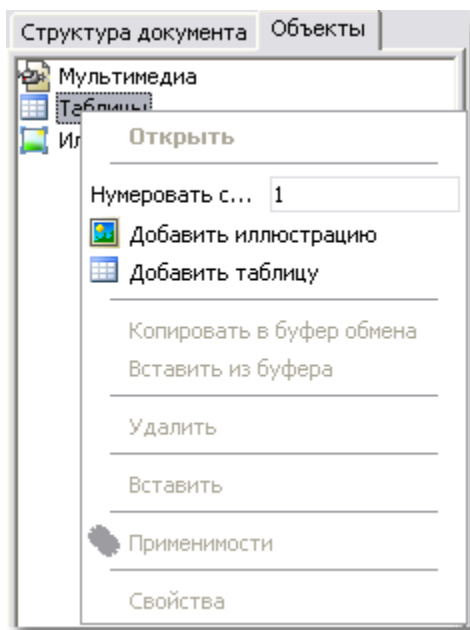

Рис. 5.77
1. На вкладке **Объекты** щелкните правой кнопкой мыши по названию объекта **Таблицы**. При этом появится контекстное меню (Рис. 5.77).